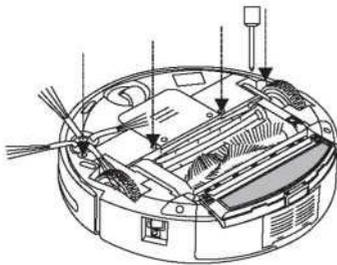

Рисунок 1
1. Раскрутите отверткой фиксирующий болт правое/левое колесо см. на рисунок 1